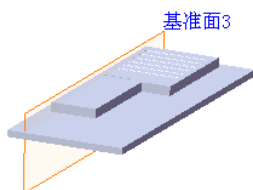
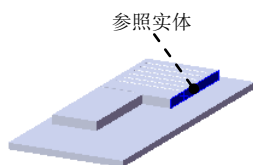

图 17.7.20 创建基准面 3
图 17.7.21 选取参考实体
Step11. 创建图 17.7.20 所示的基准面 3。选择下拉菜单 **插入(I)** → **参考几何体(G)** → **基准面(E)...** 命令；选取图 17.7.21 所示的模型表面为参考实体，在 **距离** 文本框输入 60，并选中 ☒ **反转** 复选框。